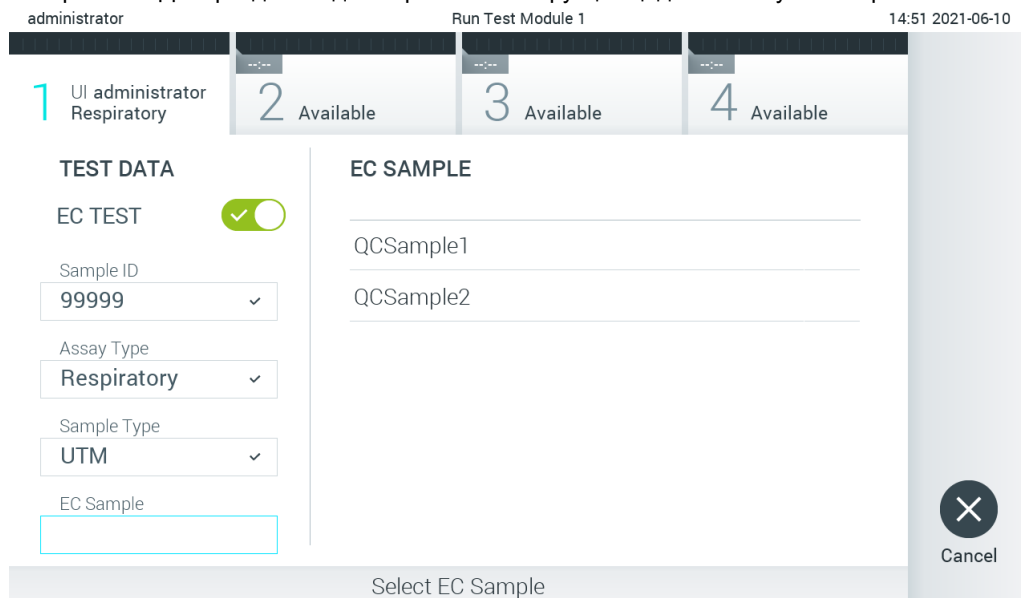

Рис. 91. Вибір зразка ЗК.
6. Виберіть відповідний зразок ЗК зі списку. Відображаються лише зразки ЗК для вибраного типу аналізу (Рис. 91).